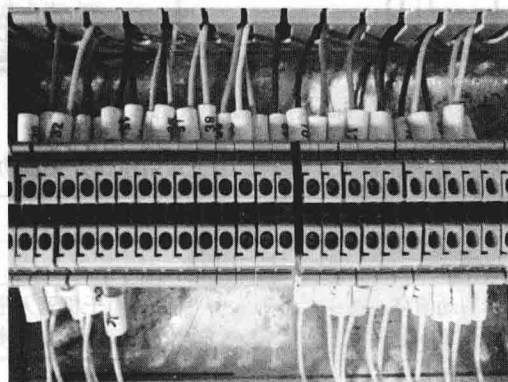

图 1-34 另一端连接到电气接线端子
(3) 把 IO 接口线的另一端连接到电气接线端子上，方便外部使用，如图 1-34 所示。